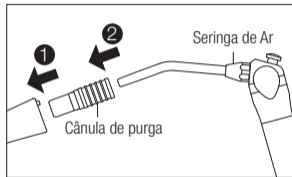

Fig. 8
- 3) Cloque a cânula de purga na parte posterior do instrumento até ouvir um clique (Fig. 8 ①).
- 4) Cloque uma seringa de ar/pistola de ar na cânula de purga. De seguida aplique ar durante 30 segundos ou mais para retirar o excesso de óleo de dentro do instrumento (Fig. 8 ②).